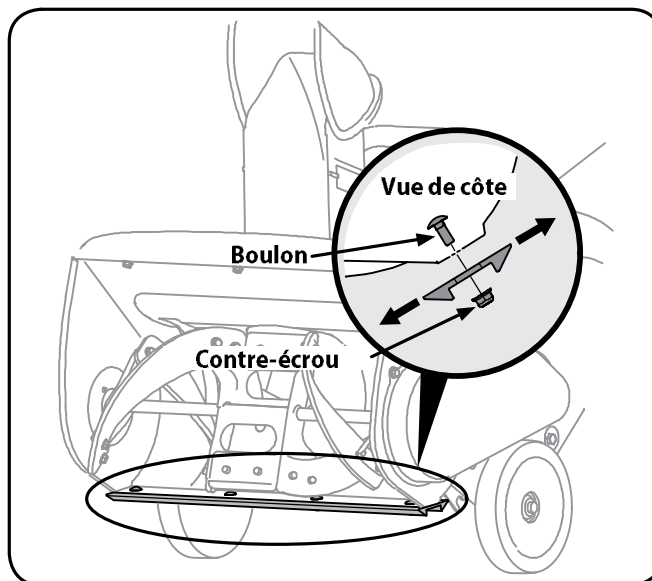

Figure 6-1
2. Desserrez les contre-écrous et les boulons ordinaires qui maintiennent la plaque de raclage au logement. Voir la Figure 6-1. Ajustez la plaque de raclage à la position voulue et serrez à fond les écrous à six pans et les boulons ordinaires.